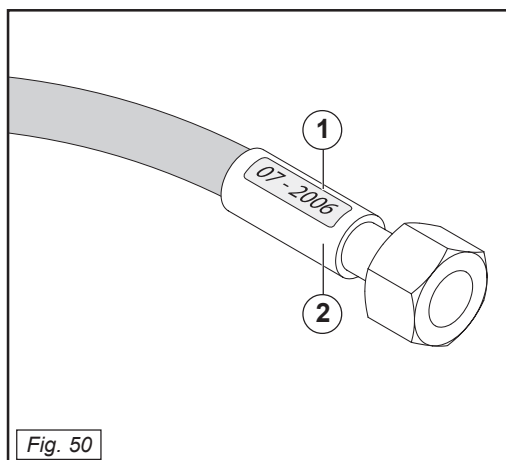

Fig. 50
- Perdite in prossimità dell'armatura del tubo (2 Fig. 50).
- Corrosione dell'armatura (2 Fig. 50).
- Superati i 5 anni dalla produzione (1 Fig. 50).
- *Leckagen in der Nähe der Fittings der Leitung (2, Abb. 50);*
- *Korrosion der Armatur (2, Abb. 50);*
- *nach Ablauf von 5 Jahren ab dem Produktionsdatum (1, Abb. 50).*